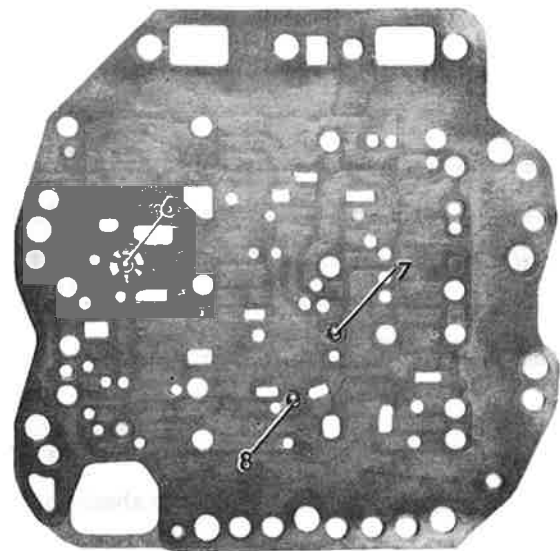

Bild 2
3. Dichtung auf Zwischenblech (Ölverteilerplatte) legen und Kugeln (5,5 mm $\emptyset$) aufsetzen (Bild 2).